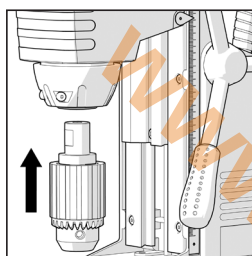

Fig. 11
- Alinee las dos caras del adaptador del portabrocas con uno de los tornillos en el eje. **(Fig. 11)**
(6) MANTENIMIENTO